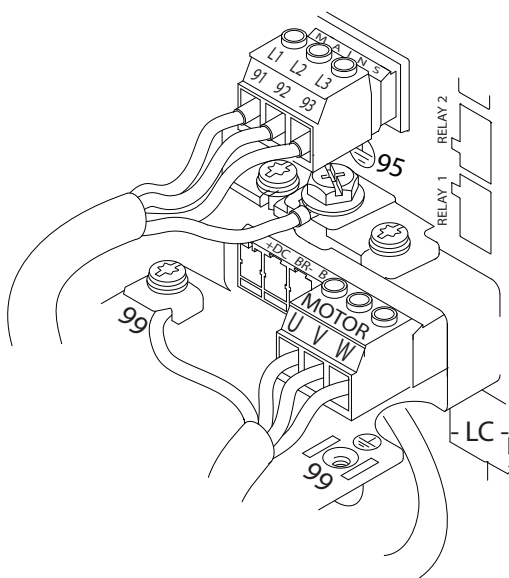

Bild 4.6 Exempel på kabeldragning för motor, nät och jordning
Bild 4.6 visar nätingången, motorn och jordningen för frekvensomriktare av standardtyp. Den verkliga konfigurationen kan variera beroende på enhetstyp och tillvalsutrustning.
1. Anslut växelströmsledningarna (trefas) till plint L1, L2 och L3 (se *Bild 4.6*).